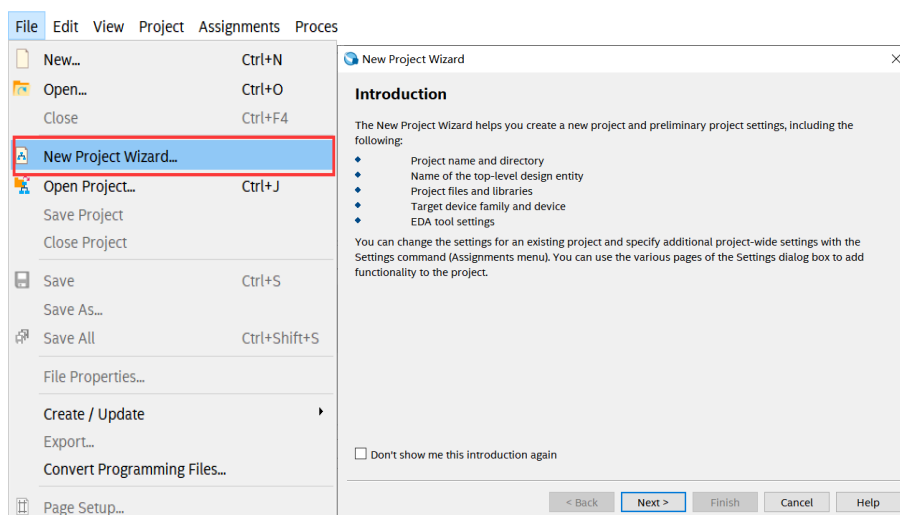

图 1-3 工程导入
- 2) 直接点击编辑区的“New Project Wizard”或点击左上角的 File，在出来的子菜单中选择“New Project Wizard……”，将会出现图 1-3 的界面信息，点击“Next”